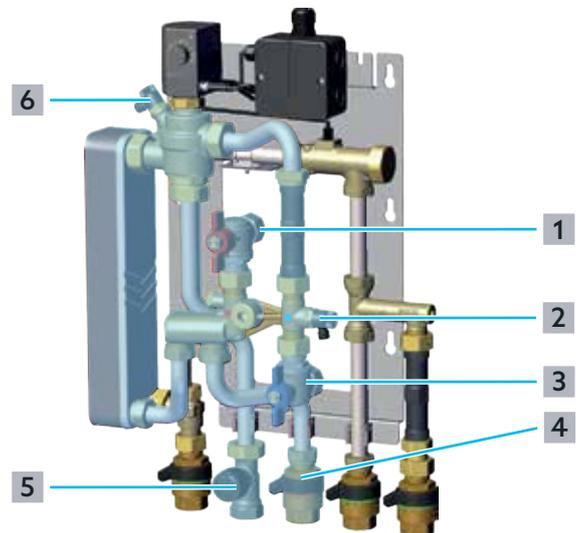

Fig. 14: Remplissage et purge du circuit de chauffage
- 1 Vérifier que le robinet de vidange ((2) sur la Fig. 14 en page 21) et le robinet de purge (6) dans le circuit primaire sont fermés.
- 2 Ouvrir le robinet à disque céramique sur l'aller du circuit de chauffage (4).
- 3 Ouvrir le robinet de zone sur le retour du circuit de chauffage (5).
- 4 Ouvrir lentement le robinet à tournant sphérique équerre sur l'aller primaire (1) pour remplir la station d'appartement.
- Raccorder un tuyau flexible au robinet de vidange (2) dans le circuit primaire pour faciliter l'évacuation de l'eau dans un récipient.
- 5 Ouvrir le robinet de purge (2) dans le circuit primaire.
- 7 Dès que l'eau s'échappe sans bulles, fermer le robinet de vidange ((2) sur la Fig. 14 en page 21).
- 8 Ouvrir un peu le robinet de purge (6) dans le circuit de chauffage.
- 9 Dès que l'eau s'échappe sans bulles, fermer le robinet de purge (6).